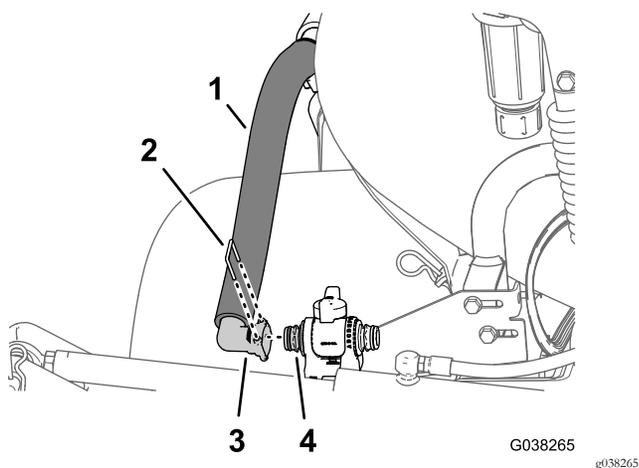

図 63
3. 攪拌ノズルアセンブリの90°クイックコネクトフィッティングを、攪拌スロットルバルブのクイックカップリングに組み付ける攪拌ホースアセンブリに付属しているリテーナを使用する 図 63。